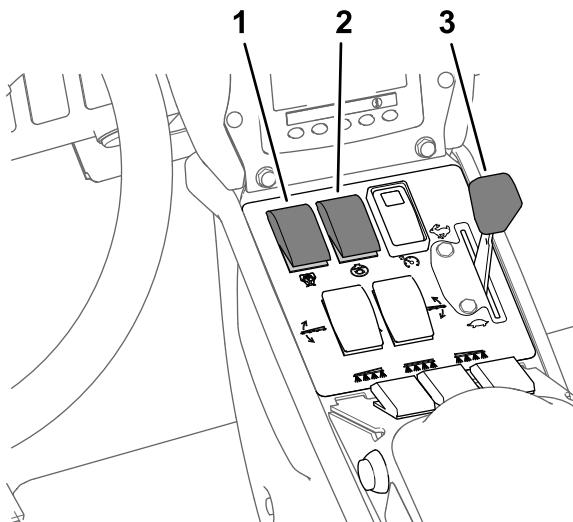

Bild 43
7. Stellen Sie den Pumpenschalter in die EIN-Stellung (Bild 43).
8. Stellen Sie die Gasbedienung in die SCHNELL-Stellung (Bild 43) und lassen Sie den Motor für zehn Minuten laufen.
6. Stellen Sie den Rührwerkschalter in die Aus-Stellung und die Gasbedienung in die SCHNELL-Stellung (**Bild 43**).